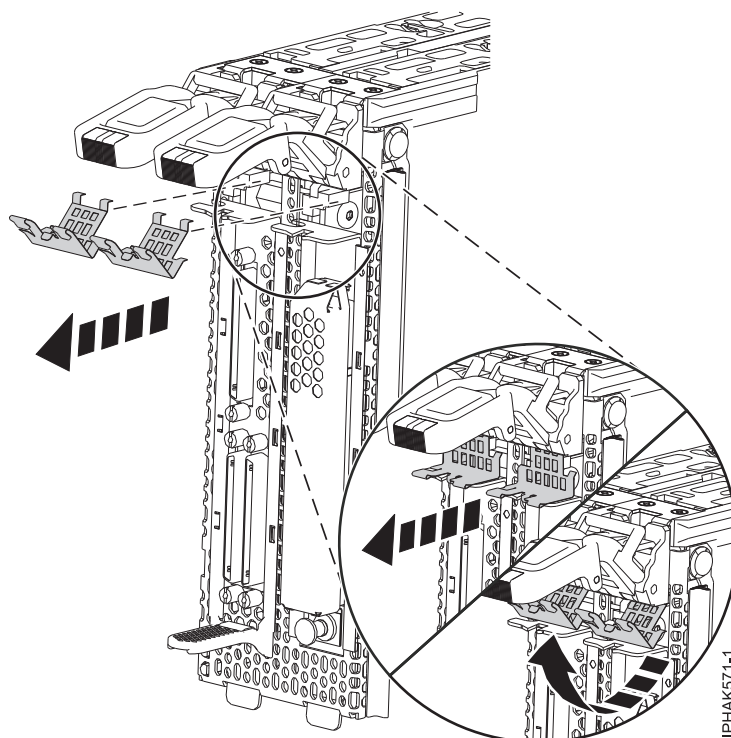

図 67. アセンブリー前面の 2 つのメタル・クリップの取り外し
2. ロッキング・アームを最上位の位置まで持ち上げて、アセンブリー前面から 2 つのメタル・クリップを取り外します。 図 67 を参照してください。